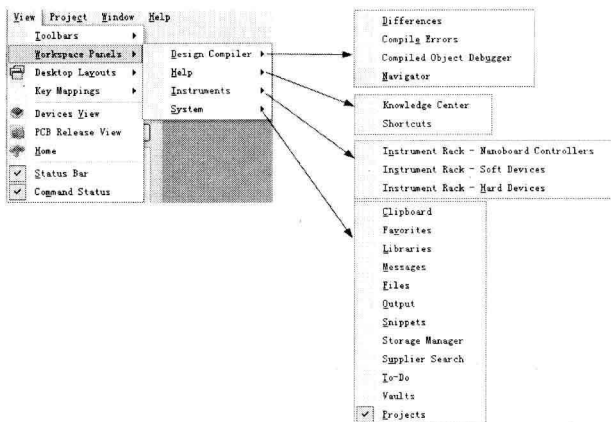

图 1-8 “Workspace Panels” 级联菜单
- ◆ “Workspace Panels”（工作窗口面板）命令：用于控制工作窗口面板的打开与关闭，如图 1-8 所示。